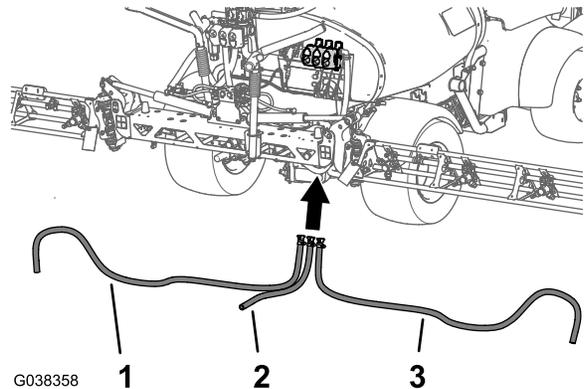

図 79
- 各ブームの給液ホースをそれぞれのブームバルブに 図 79 に示すように配設する。